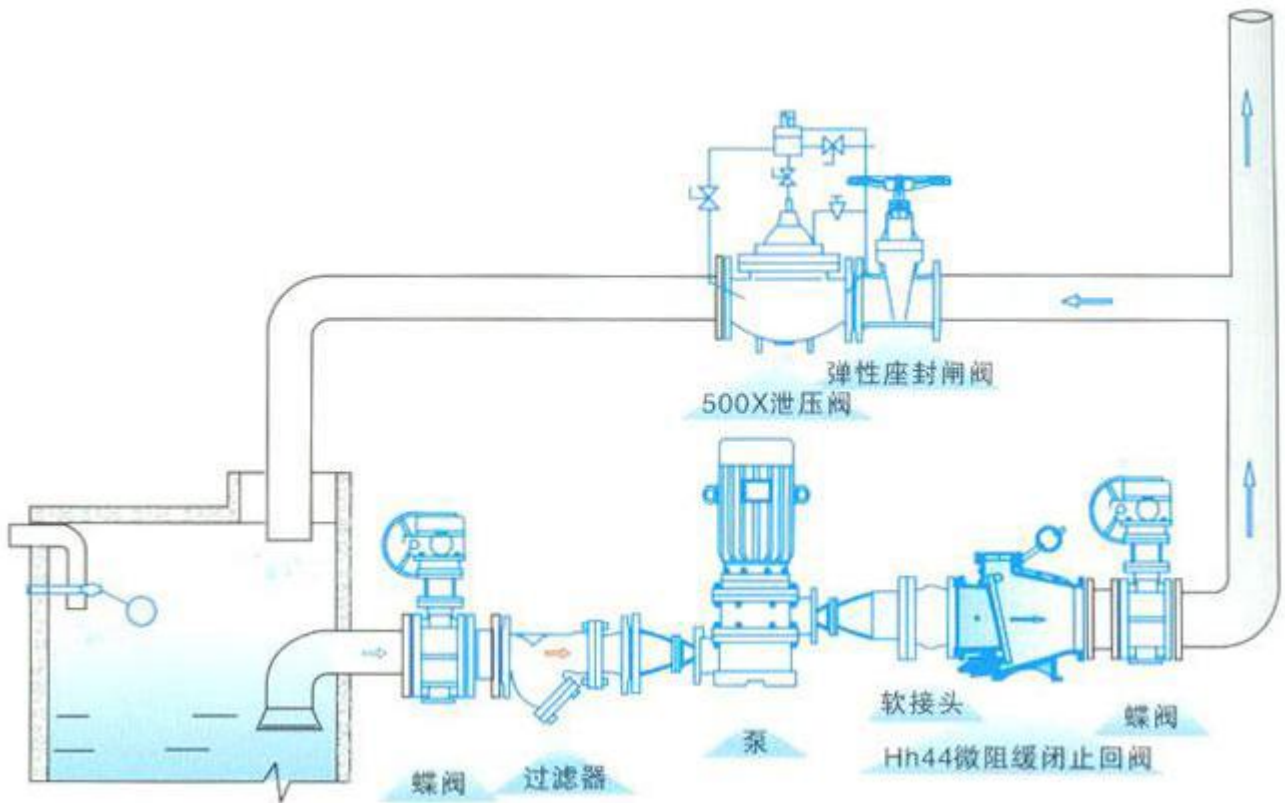
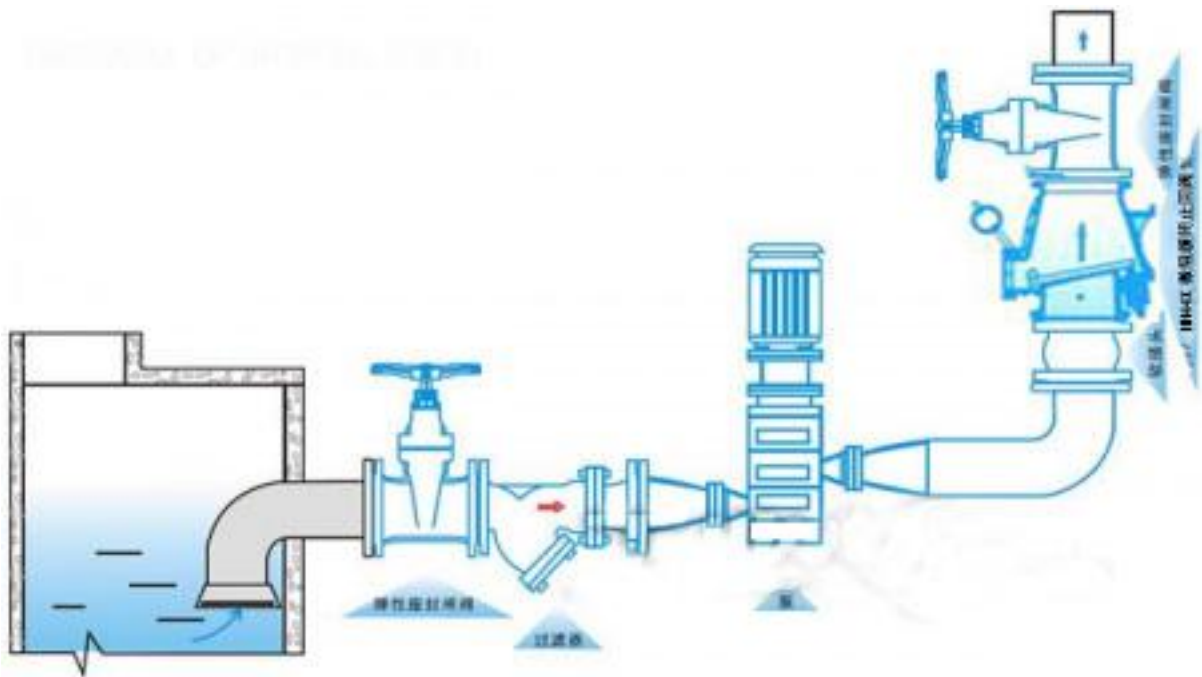

图 1
图 2
- ① 安装最佳方式为立式安装(图 2)（注：立式安装将平衡锤改变方向）和卧式安装(图 1)。
- ② 安装时注意箭头所指方向与介质的流向一致。
- ③ 连接法兰时，各紧固螺栓应对称均匀拧紧。